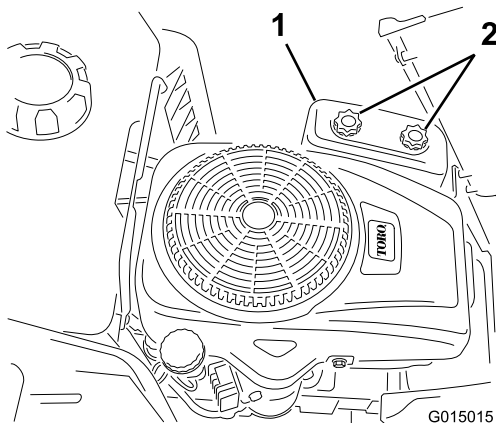

Figure 32
4. Déposez le couvercle du filtre à air en desserrant les 2 boutons (Figure 32).
3. Reposez le couvercle du filtre à air et serrez les deux boutons (Figure 32).